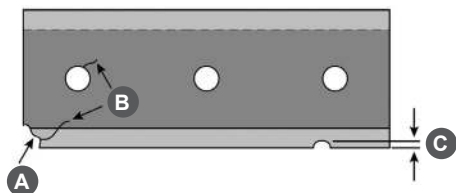

Рис. 30 Проверка состояния ножа
6. Осмотрите ножи. Если у ножа имеются: сколы углов (А), трещины (В) и вмятины (С) глубиной более 1,5 мм — нож необходимо заменить (Рис. 30).